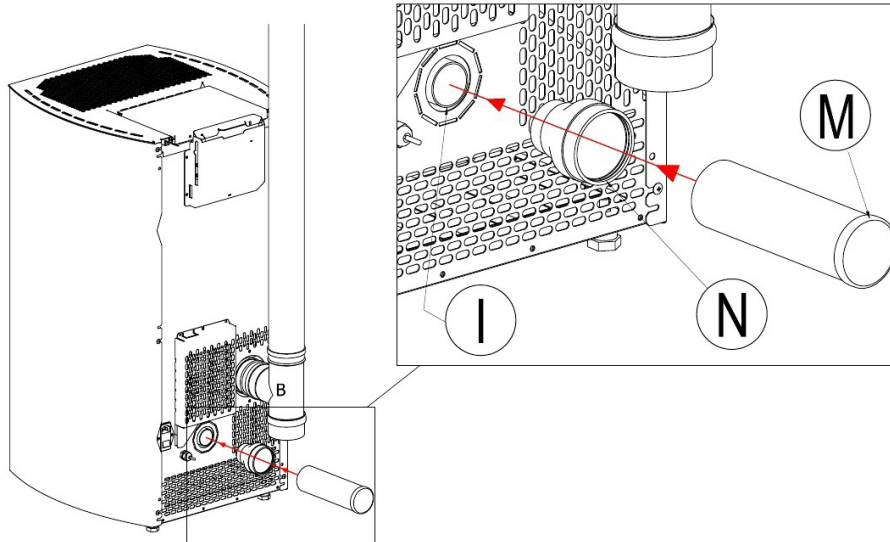

Fig. 10 - Anschlüsse
- Anschlussstück N unter Verwendung eines flexiblen oder steifen Schlauchs von 60 mm Durchmesser und einer maximalen Länge von 2 m (siehe **Fig. 10 auf S. 12**) mit Q verbinden.